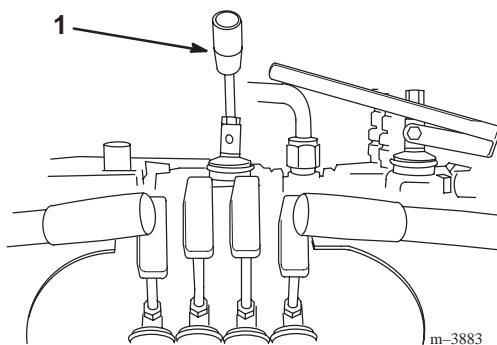

Bild 2
1. Drehen Sie den Hebel in das Geschwindigkeitsschaltwahl-Ventil (Bild 2).